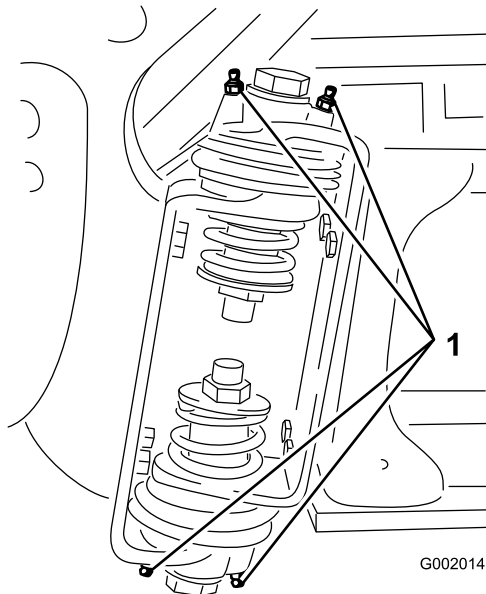

Figure 81
2. Injectez la graisse dans le roulement ou la bague au niveau de chaque graisseur (Figure 81).